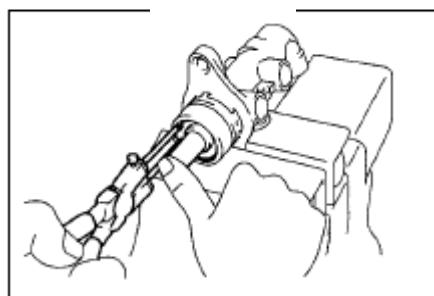

Рис. 259
(1) Поместите главный тормозной цилиндр в тиски .
(2) Снимите круглое уплотнительное кольцо.
(3) Толкните поршень рукой, и снимите стопорное кольцо с помощью плоскогубцов(рис. 259).